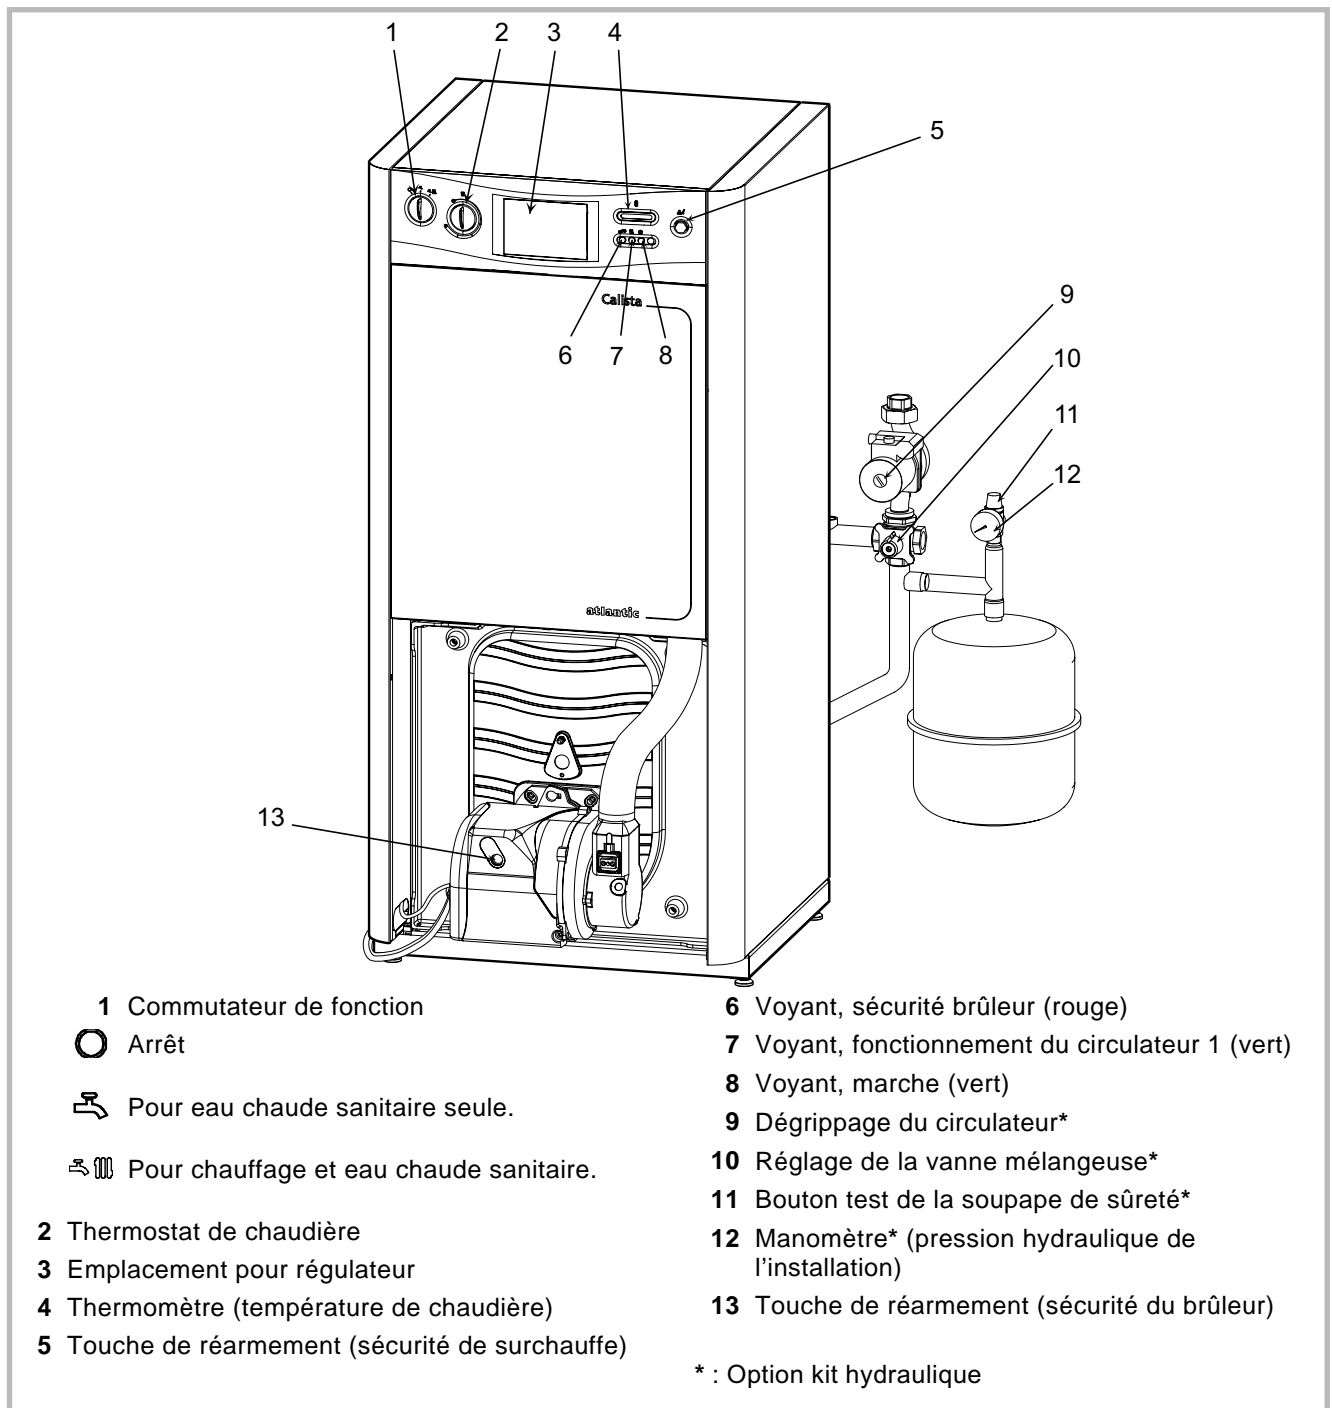

Figure 26 - Organes de commande et de contrôle
- Régler le thermostat de chaudière pour obtenir la température désirée de la chaudière (rep. 4, fig. 26), temps doux : 50 à 60°C, temps froid : 60 à 70°C, temps très froid : 70 à 85°C.
Vérifier régulièrement la pression de l'eau dans le circuit chauffage (entre 1,5 et 2 bar) ( rep. 12 fig. 26).
Lorsque le voyant (rep. 6, fig. 26) est allumé, le brûleur reste bloqué par son dispositif de sécurité, appuyer sur la touche (fig. 29) pour réarmer le brûleur.